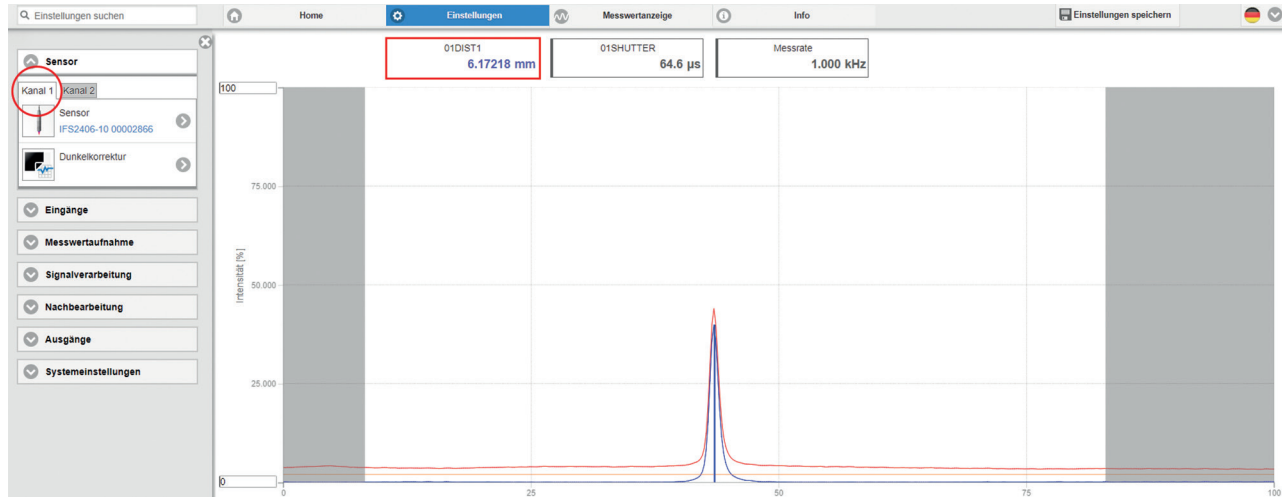

Abb. 11 Wert 01DIST1 im Webinterface
- Aktivieren Sie **Kanal 1** und lesen Sie den Wert für **01DIST1** ab, siehe Abb. 11.